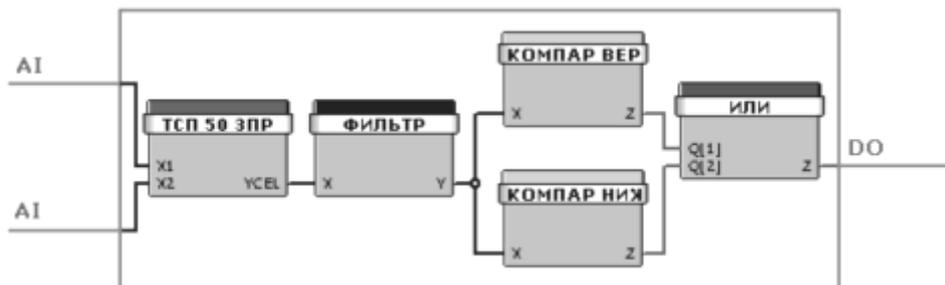

Рисунок 3 – Комплексный блок определения выхода измеряемой величины из заданного диапазона
3) комплексный блок определения выхода измеряемой величины из заданного диапазона (рисунок 3) – определяет, находится ли сигнал от датчика температуры в заданном диапазоне. Если измеренная температура меньше нижнего температурного предела или выше его, то соответствующие компараторы (компаратор нижнего уровня и компаратор верхнего уровня)